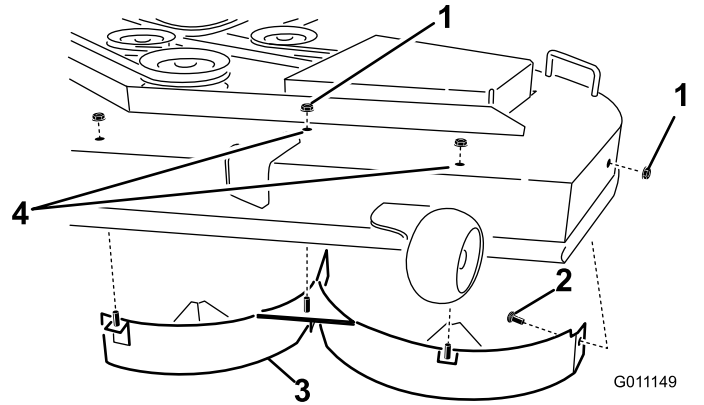

Figura 31
4. Retire las 2 contratuercas (5/16") de las clavijas soldadas del deflector izquierdo, en la parte superior de la carcasa del cortacésped, en las posiciones centro y centro izquierda (Figura 31).
6. Retire el deflector izquierdo de la carcasa del cortacésped según se muestra en Figura 31.